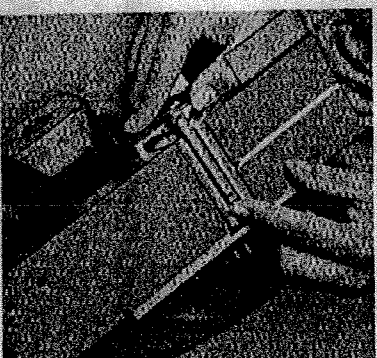

Fig. 5
Après avoir rabattu le protecteur latéral (B), on peut pousser vers le côté le listel de pression dans le sens longitudinal du porte-lames (Fig. 5).